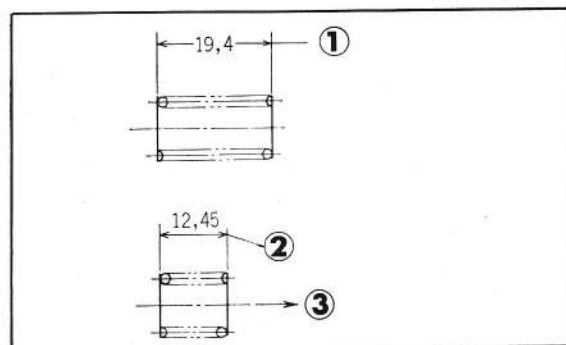

Figure 2-16: ① longueur libre ② longueur en place ③ compression
5. RESSORTS DE SOUPAPE (figure 2-16)